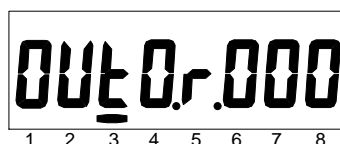

Рисунок 48 – Окно при настройке выхода на режим реле. Реле находится в состоянии возврата.
5.4.7.14 Окно состояния выхода при настройке на режим реле приведено на рисунках 48, 52. При отсутствии сигнала «СРАБАТЫВАНИЕ» на индикатор выводится сообщение «Out0 r.000» (см. Рисунок 48).